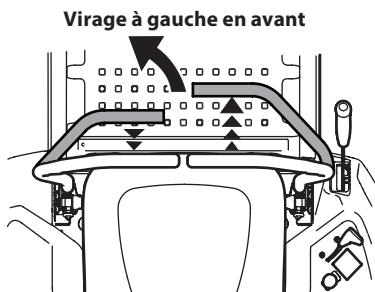

Figure 24
1. Pour tourner à gauche, déplacez le levier de contrôle de conduite gauche en arrière du levier de contrôle droit. Consultez la Figure 24.